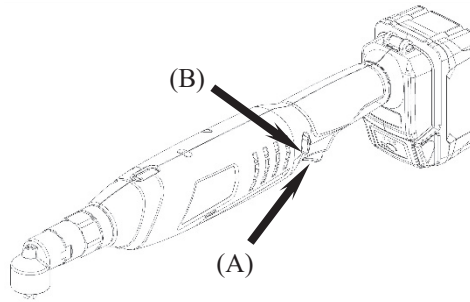

Abb. 7
Um die Vorwärtsdrehung auszuwählen, LÖSEN SIE DEN SCHALTER (A) (siehe Abb. 7) und drücken Sie den Vorwärts-/Rückwärts-Hebel (B) (siehe Abb. 7) zur linken Seite des Werkzeugs.
Um die Rückwärtsdrehung auszuwählen, LÖSEN SIE DEN SCHALTER (A) (siehe Abb.7) und drücken Sie den Vorwärts-/Rückwärtshebel (B) (siehe Abb.7) zur rechten Seite des Werkzeugs.